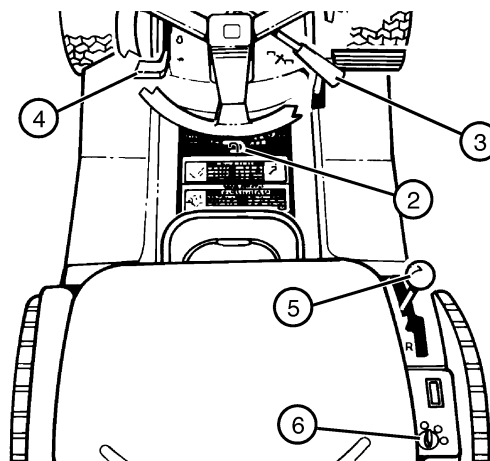

FIGURA 14
hacia atrás, a la posición de apagado (Vea la FIGURA 14).
- Mueva la palanca de velocidades a la posición neutral (N).
- Mueva la palanca de la transmisión de las cuchillas (3) hacia atrás, a la posición de apagado (Vea la FIGURA 14).
- Ponga el freno de estacionamiento (2).
- Mueva la palanca de aceleración (4) hacia atrás a la posición inferior. Deje funcionar el motor en aceleración baja por unos cuantos segundos.
- Gire la llave de encendido (6) a la posición de apagado.
- Mueva la palanca de velocidades (5) a la posición N (neutral) (Vea la FIGURA 14).
- Suelte el freno de estacionamiento (2).